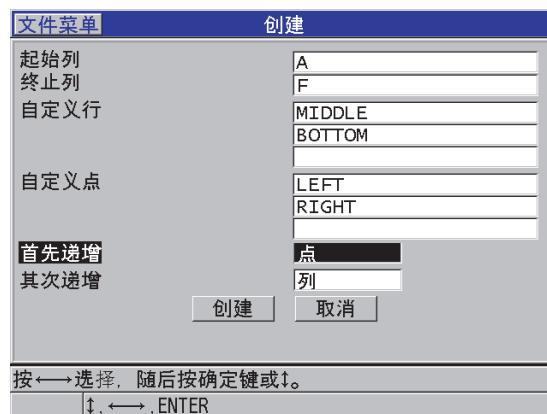

图 11-14 配置 3D 自定义数据文件类型的 ID 范围
3. 在**创建**屏幕的第二页中 (参见第 186 页的图 11-14):